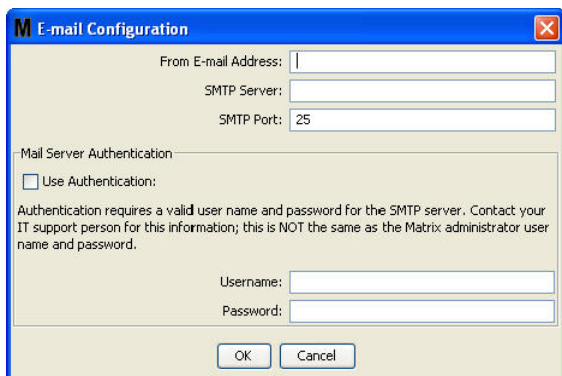

FIG. 137
2. L'écran de Configuration E-mail indiqué dans FIG. 137.